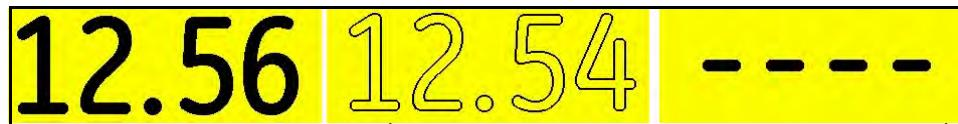

Figura 10: Medida actual — Última medida VISIBLE — y última medida VACÍO
2. Utilice el joystick (↗) para seleccionar la función **ÚLTIMA MEDIDA**. Los ajustes disponibles son **VISIBLE** y **VACÍO**. Si fija el ajuste en **VISIBLE**, el último valor medido permanecerá en la pantalla con el entorno de las letras ("huecas" en lugar de sólidas) cuando se desacople la sonda. Medición actual, con la sonda acoplada, mostrada en tipografía de letras sólidas (ver Figura 10 abajo). Si fija el ajuste en vacío, aparecerán guiones.